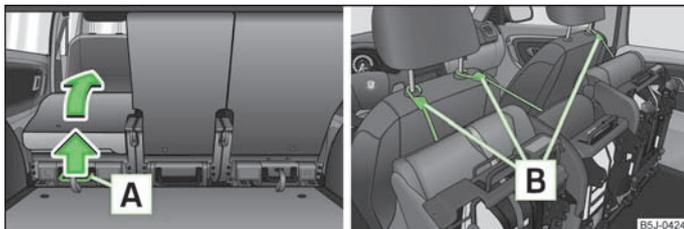

Fig. 38 Rabattement du siège complet/verrouillage du siège rabattu
- Tirez la manette » fig. 38 vers le haut et rabattez ensuite complètement le siège vers l'avant.
- Tirez la manette **A** » fig. 38 vers le haut et rabattez complètement le siège vers l'avant.
- Fixez le siège rabattu en attachant l'une des tiges de guidage de l'appuie-tête du siège avant avec la sangle de fixation **B** » fig. 38.